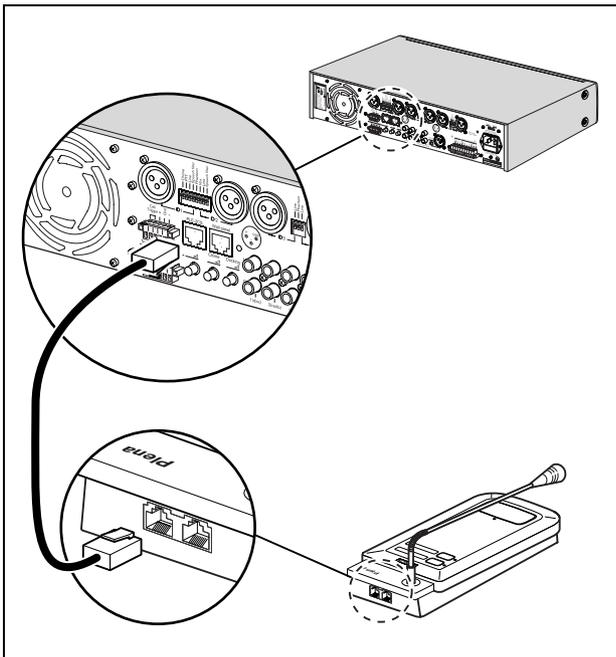

Abbildung 3.1: Anschließen der Sprechstelle an den Mischer oder Mischverstärker
- 1 Verbinden Sie den Plena Zwei-Zonen-Sprechstelle mit dem Zwei-Zonen-Mischer oder Mischverstärker der PLE-Serie unter Verwendung eines Cat-5 Ethernet-Kabels (siehe Abbildung 3.1). Es kann eine beliebige RJ-45 Buchse verwendet werden.